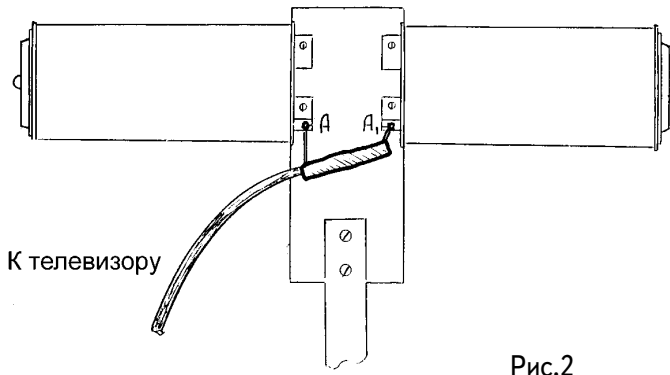

Рис.2
5. Центральную жилу загибаем и подпаиваем к петле. ССУ1 готово к подключению к антенне в точках АА₁ (рис.2).
8. Закрепляем намотку скотчем (изоляцией). ССУ2 готово для подключения к антенне в точках АА₁ (рис.2).